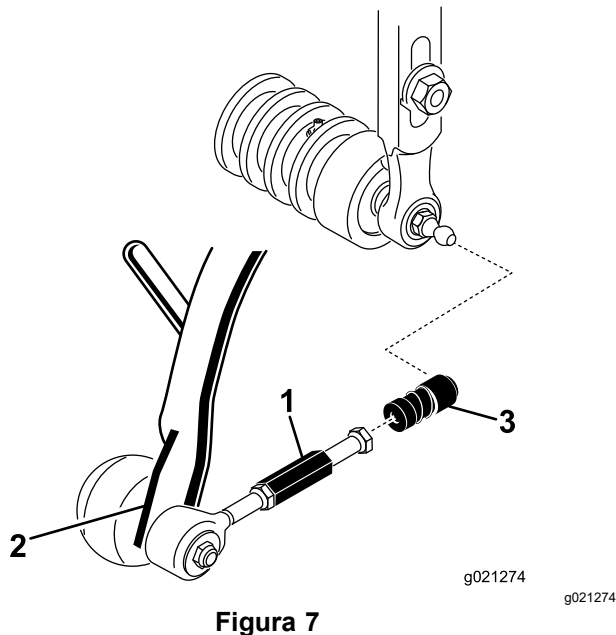

Figura 7
3. Fate scorrere il manicotto su ogni alloggiamento del giunto a sfera e agganciate l'alloggiamento al prigioniero a sfera dell'apparato di taglio (Figura 7).